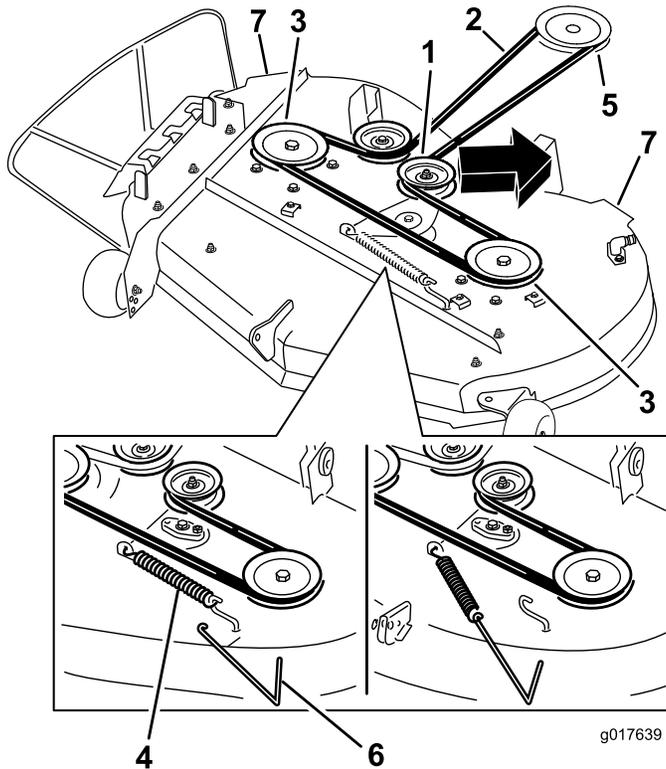

Figure 58
- À l'aide d'un outil de dépose de ressort (réf. Toro 92-5771), décrochez le ressort du crochet sur le tablier pour éliminer la tension sur la poulie de tension et déchaussez la courroie des poulies (Figure 58).
6. Acheminez la courroie neuve autour de la poulie du moteur et des poulies du tablier de coupe (Figure 58).
7. À l'aide d'un outil de dépose de ressort (réf. Toro 92-5771), accrochez le ressort au crochet situé sur le tablier, ce qui a pour effet d'exercer une tension sur la poulie de tension et la courroie du tablier de coupe (Figure 58).